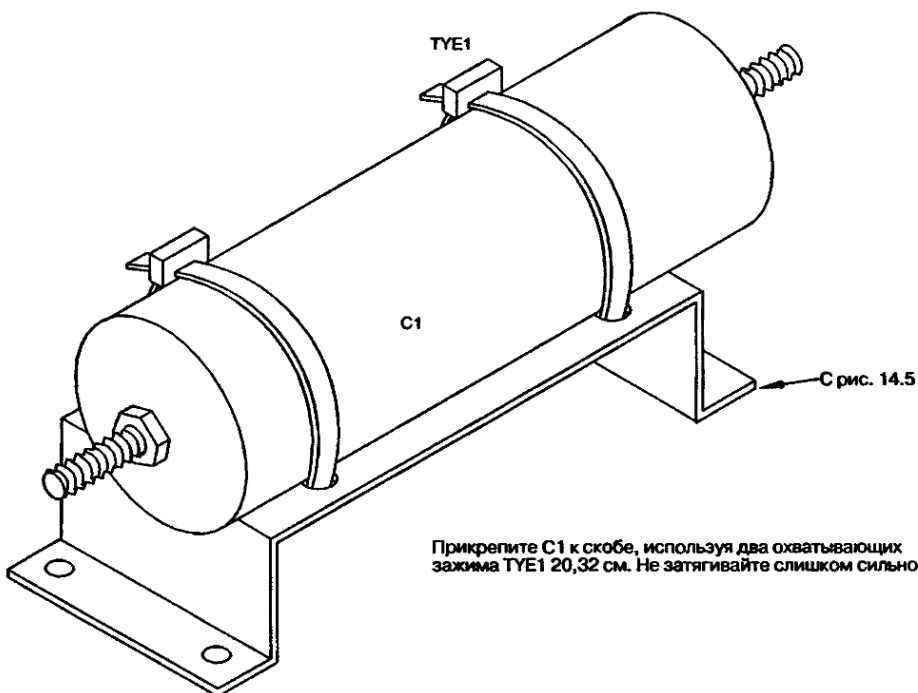

Рис. 14.11. Вид сборки скобы конденсатора CBKTASSY в изометрии
| TYE1 | 2 | Охватывающие захваты 20 см (см. рис. 14.11) | |
9. Прикрепите конденсатор C1 к скобе (рис. 14.11).